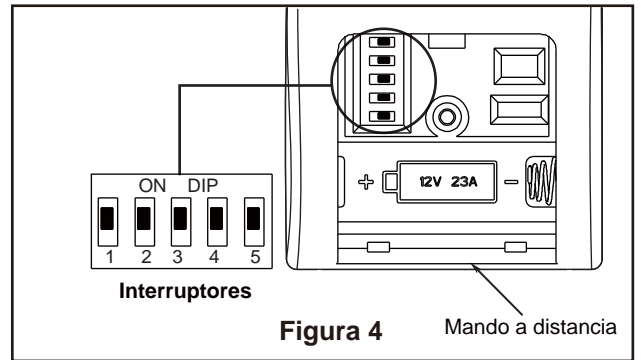

Figura 4 Mando a distancia
5. Para configurar el código de unidad del receptor. Deslice los interruptores de código a las mismas posiciones que en el transmisor. (Figura 4)
4. Asegure el vidrio en al ensamble de la placa de iluminación girándolo en el sentido de las agujas del reloj y sin apretar demasiado. (Figura 4)
4. Para configurar el código del mando a distancia, Mueva los interruptores de código hasta colocar el código de selección en la posición arriba o abajo. Con un destornillador pequeño o con una lapicera (no se incluye) deslice firmemente hacia arriba o hacia abajo. (Figura 4)